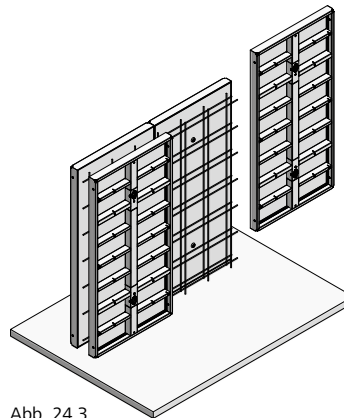

Abb. 24.3
2. Schließschalungselement stellen (Abb. 24.3).